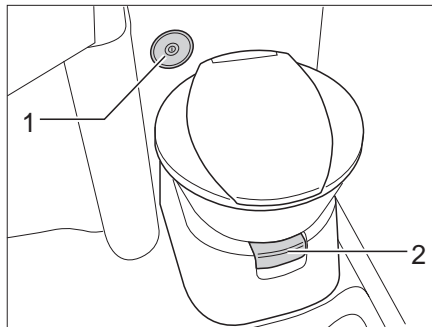
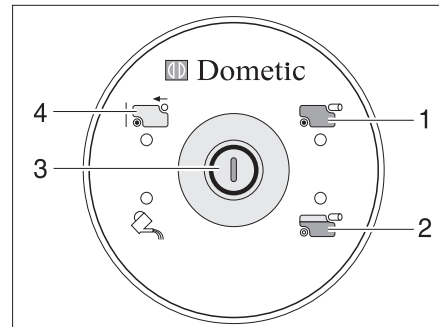

Fig. 266 Cuvette des toilettes avec unité de contrôle et de commande
Fig. 267 Unité de contrôle et de commande toilettes
Faire couler un peu d'eau dans la cuvette des toilettes avant de s'en servir. Appuyer pour ce faire sur le bouton de la chasse d'eau (Fig. 267,3) sur l'unité de contrôle et de commande (Fig. 266,2).
- Avant d'actionner la chasse d'eau, ouvrir le curseur des toilettes. Tirer pour cela sur le levier du curseur (Fig. 266,1).
- Pour actionner la chasse d'eau, appuyer sur le bouton (Fig. 267,3).
Le voyant de contrôle (Fig. 267,2) s'allume lorsque le réservoir pour matières fécales est au 3/4 plein.
Le voyant de contrôle (Fig. 267,1) s'allume lorsque le réservoir pour matières fécales doit être vidé.
- Ouvrir le curseur. Tirer pour cela sur le levier du curseur (Fig. 266,1).
- Enfoncer le levier du curseur (Fig. 266,1). Le curseur se ferme. Pour la vidange il **faudrait** que le curseur des toilettes soit fermé.
- Extraire et vidanger le réservoir pour matières fécales comme indiqué dans les paragraphes 11.8.4 et 11.8.5. Sur l'unité de contrôle et de commande est allumé l'indicateur "Réservoir pour matières fécales retiré" (Fig. 267,4).